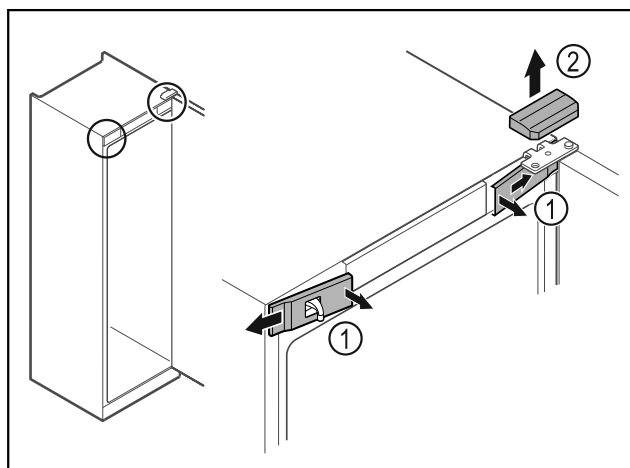

Fig. 16
- Décrocher les caches avant Fig. 16 (1) du côté intérieur et les retirer vers l'extérieur.
- Retirer le cache supérieur Fig. 16 (2) vers le haut.